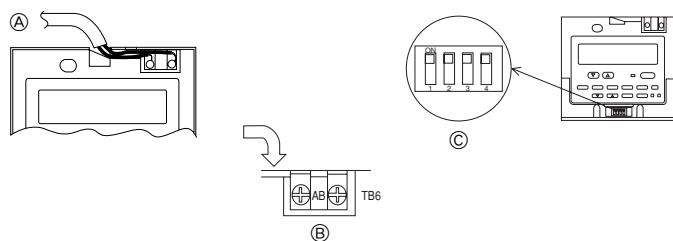

Fig. 6-4
2) 连接步骤 (Fig. 6-4)
- ① 将遥控器线连接到终端块。